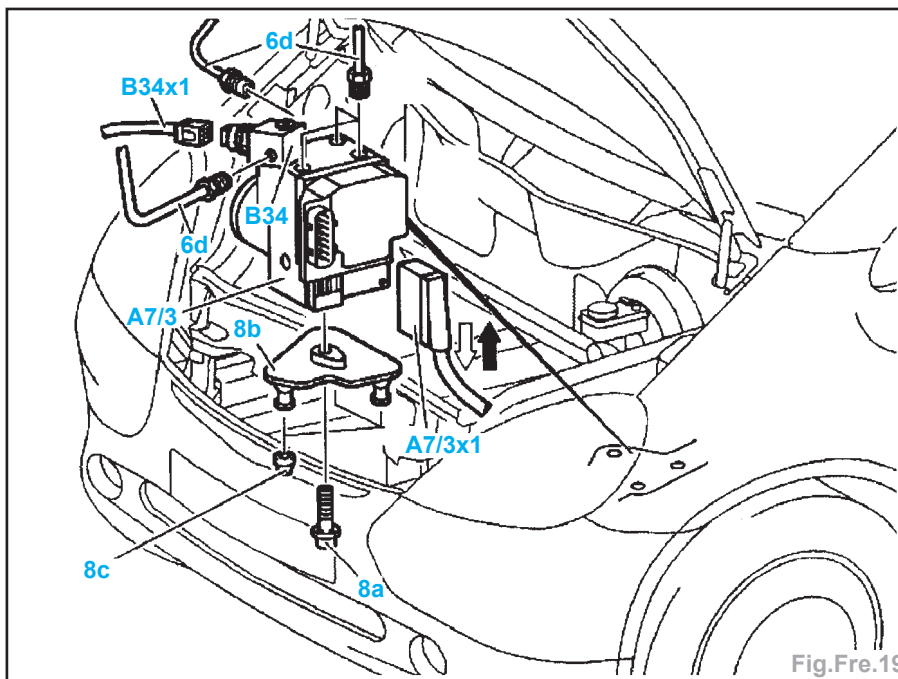

Fig.Fre.19
- Débrancher le connecteur (B34x1) sur les véhicules jusqu'au 28/02/2001 (Fig.Fre.19).